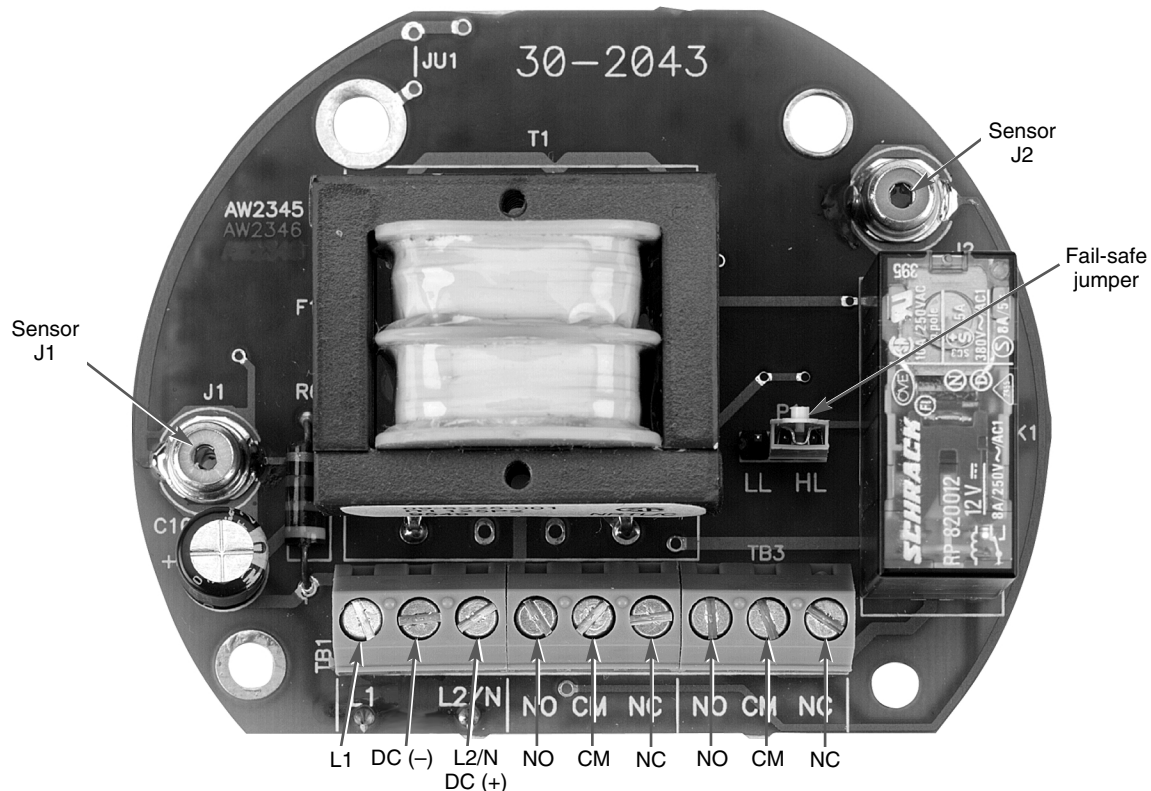

Figura 4
1. Aplique a tensão de alimentação específica aos terminais L1 e L2. O terra deve ser conectado ao parafuso verde na base do invólucro. Veja figura 4 na página 3.
1. Conecte a fiação na seção de saída do relê (NO, NC, CM). Assegure-se que a carga a ser controlada está dentro da capacidade de saída do relê. Veja a figura 4.